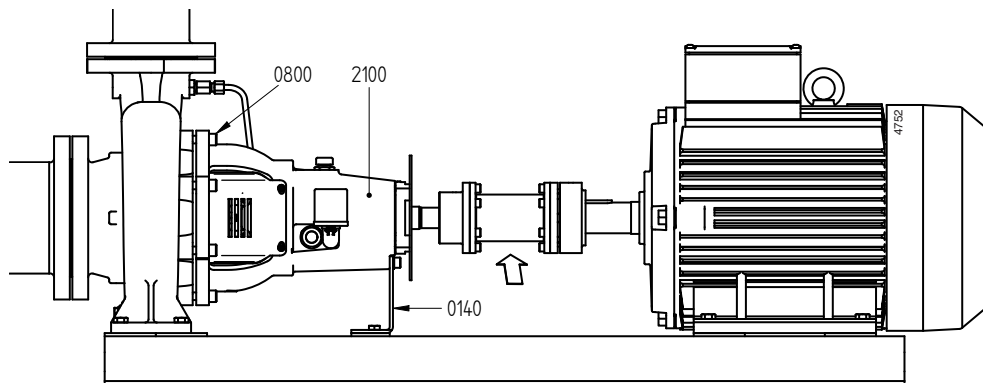

Figure 12: Principe du système Back Pull Out.
- 3 Desserrez la béquille (0140) de la plaque de base, voir figure 12.